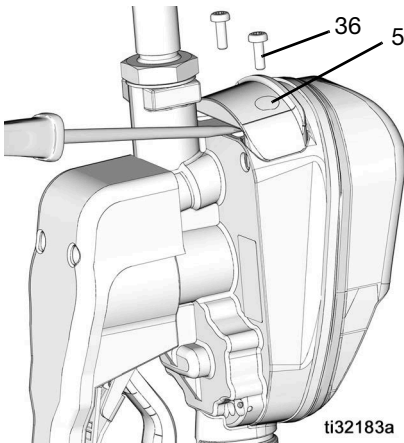

FIG. 47
1. Remova os parafusos (36) da tampa do compartimento de pilhas (5).
2. Use uma chave de fenda pequena e chata para remover com cuidado a tampa do compartimento da válvula no lado inferior da tampa, próximo à ligação da extensão como ilustrado na FIG. 47.